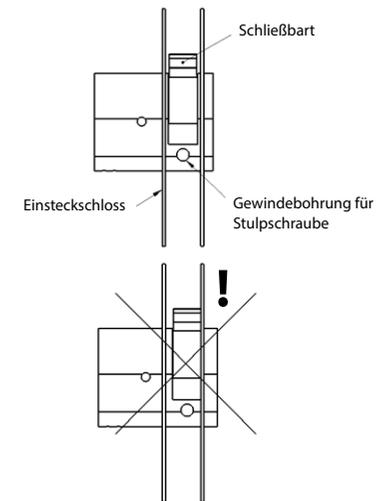

Abb. 5
- ! **Achtung:** Bei der Montage ist unbedingt darauf zu achten, dass der Schließbart mittig im Einsteckschloss läuft. Er darf seitlich keinen Kontakt zum Einsteckschloss haben (Abb. 5)